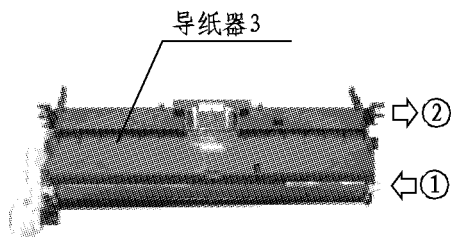

图7-17
- b) 拆卸导纸器3。首先，拆卸箭头1所指的挂钩。接着，按箭头2的方向掰开机芯架2的支撑臂，拆卸导纸器3。（图7-17）